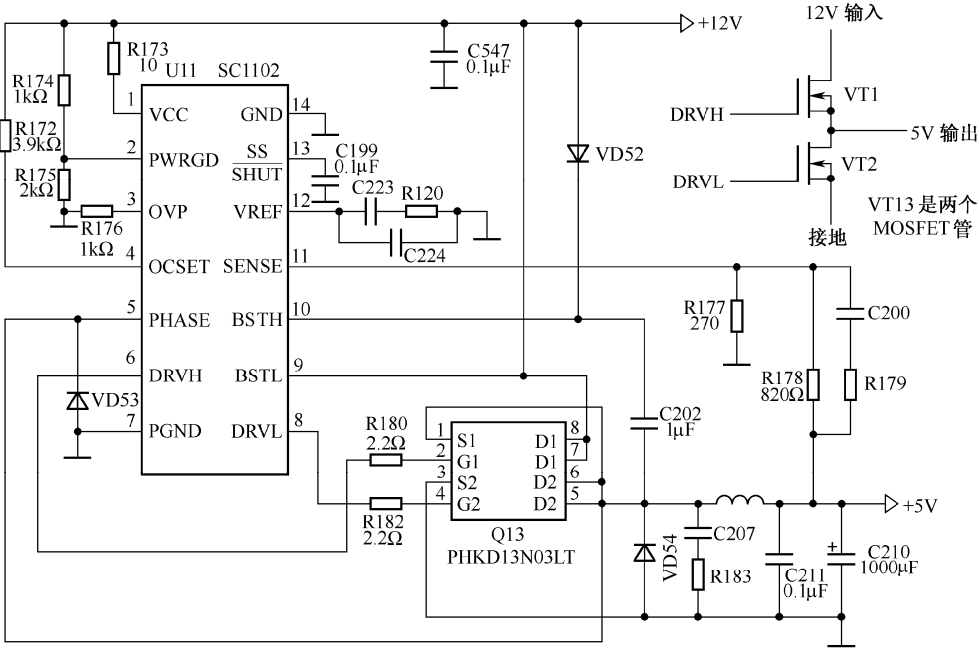

图 5-24 电源处理电路
3) 电源处理电路：电源处理电路位于主板中，如图 5-24 所示，其主要功能是将电源板（开关电源）产生的+12V 直流电压转换成+5V 直流电压，给主板各部分电路供电。图中 SC1102（U11）是低成本的电压模式 DC-DC 同步转换器。SC1102 内置温度补偿、基准电压、三角波振荡器、电流检测比较器及电压保护等电路。SC1102 的工作频率固定在 200MHz。图中右上角示出的 VT13 是两个 MOSFET 管，SC1102 从第⑥和第⑧脚分别输出 DRVH 和 DRVL 电压对 VT13 的两个 MOSFET 管进行控制，以实现 DC-DC 转换。